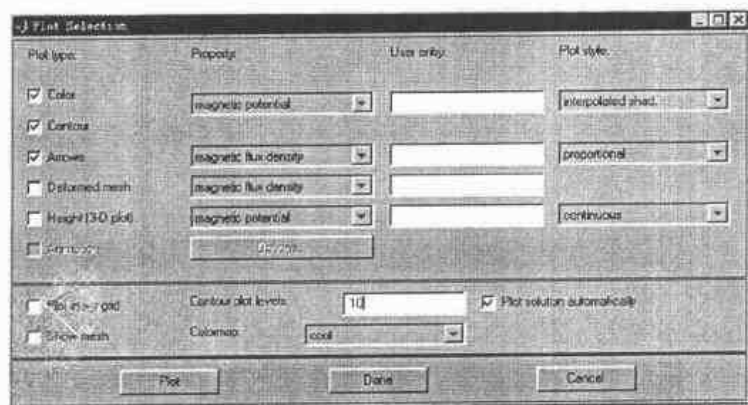

图 3-24
(iv) **求解** 在 Plot Selection 对话框中选定彩色 Color、等值线 Contour、矢量线 Arrows, 设置 Contour plot levels: 10, 如图 3-24。单击 Plot 按钮, 可以立即求出这些量, 如图 3-25。如果选 Height (3-D plot), 可得到如图 3-26 (1)所示的三维解的彩色图形。在三维图形中, 可以任意拖动鼠标旋转三维坐标轴, 获得不同角度的三维彩色图形, 如图 3-26 (2)。